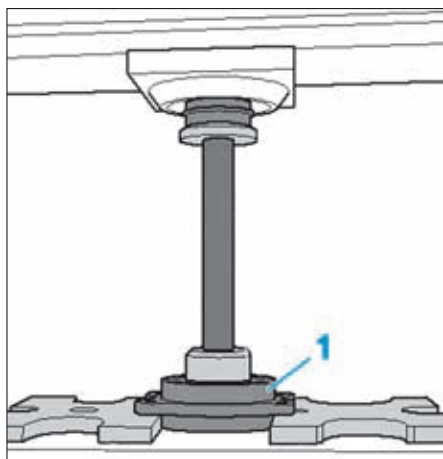

FIG. 25
• Extraire à la presse, le roulement de la fusée (1) (Fig.25).